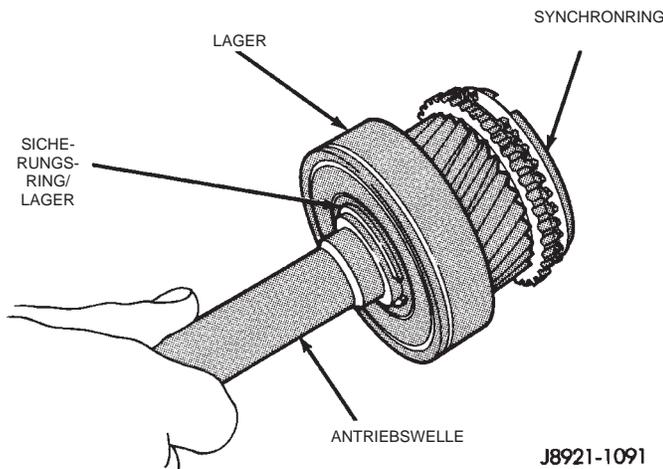

Abb. 98 Bauteile der Antriebswelle
(4) Den Synchronring für den 4. Gang von der Antriebswelle abnehmen (Abb. 98).